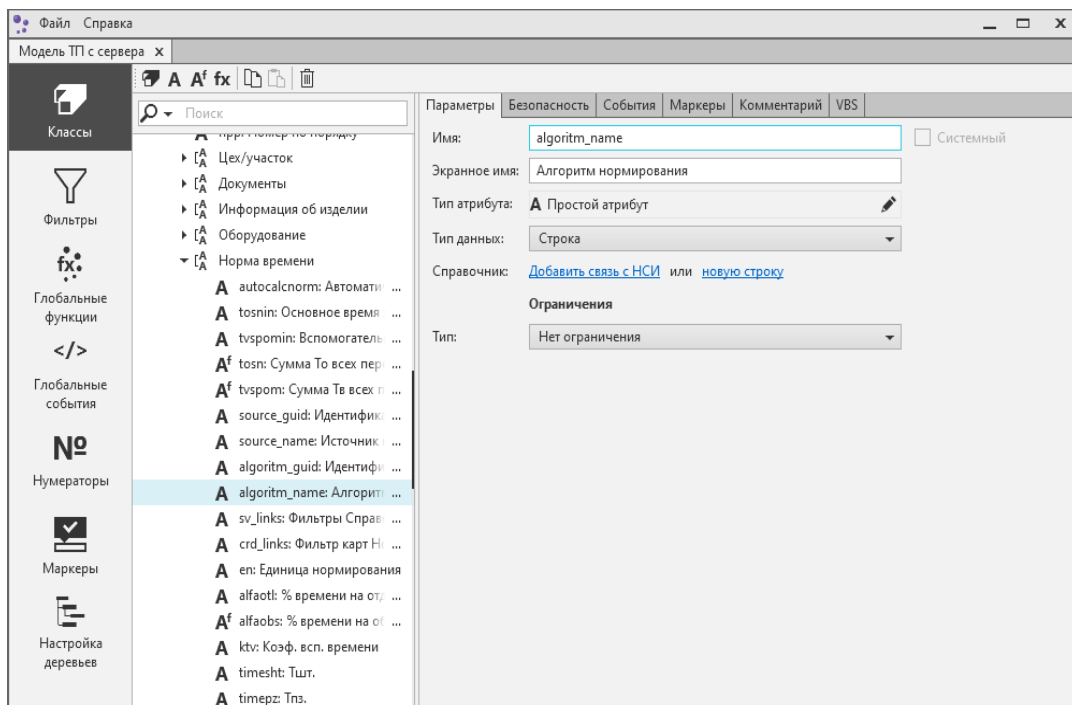

Рис. 3.4
10. Проверьте наличие атрибута "Алгоритм нормирования" у класса "Операция" модели ТП ВЕРТИКАЛЬ (рис. 3.4). Если атрибут отсутствует, добавьте его с параметрами (рис.3.4). Подробная информация изложена в Руководстве администратора ВЕРТИКАЛЬ 2018.2.
5. Проверьте наличие атрибута “Алгоритм нормирования” у класса “Операция” модели ТП ВЕРТИКАЛЬ (см. рис. 3.4 на с. 57). Если атрибут отсутствует, добавьте его с параметрами (рис. 3.4). Подробная информация изложена в Руководстве администратора ВЕРТИКАЛЬ 2018.2.
4. Проверьте наличие атрибута “Алгоритм нормирования” у класса “Операция” модели ТП ВЕРТИКАЛЬ (см. рис. 3.4 на с. 57). Если атрибут отсутствует, добавьте его с параметрами (рис. 3.4). Подробная информация изложена в Руководстве администратора ВЕРТИКАЛЬ 2018.2.